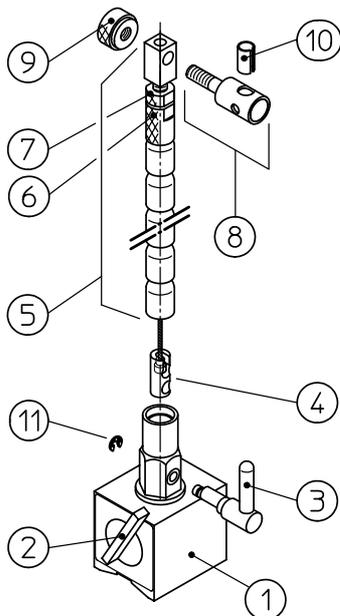

図1
2. 各部の名称(図1参照)
- 1) 図1の、をとり外します、